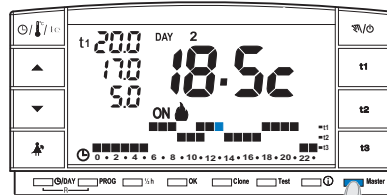

fig. 89
- appuyer brièvement sur la touche "Master"; l'inscription **Master** disparaît sur l'écran, le chronothermostat reste en modalité de fonctionnement de programme et les zones couplées au master retournent sous le contrôle de leurs transmetteurs respectifs (exemple sur la fig. 89).